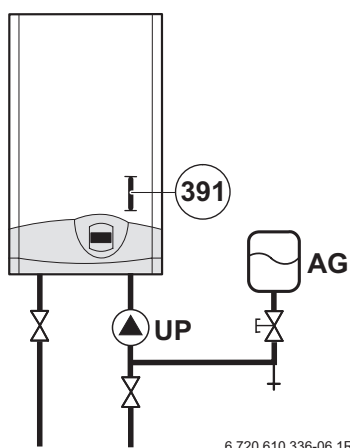

Fig. 11
- Per apparecchi di tipo ZBR: determinare il vaso di espansione per l'impianto di riscaldamento secondo le normative vigenti. Per il raccordo di collegamento vedere Fig. 11.